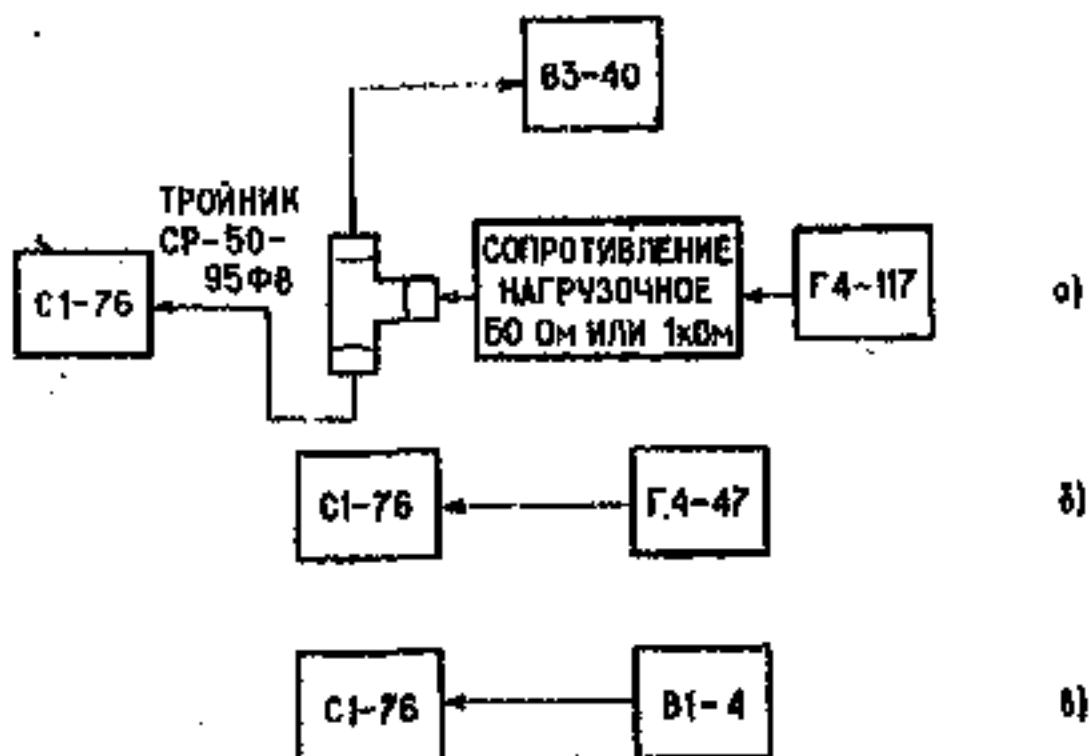

Рис. 11. Структурная схема соединения приборов для определения полосы пропускания усилителя вертикального отклонения
и) определение полосы пропускания усилителя вертикального отклонения производится снятием амплитудно-частотной характеристики, схема измерения показана на рис. 11а, б, в.
- подключите к осциллографу С1-76 измерительные приборы согласно структурной схеме, указанной на рис. 11а;
- подключите к осциллографу С1-76 генератор Г3-47 согласно структурной схеме рис. 11б;
- подключите к осциллографу установку В1-4 согласно структурной схеме рис. 11в;